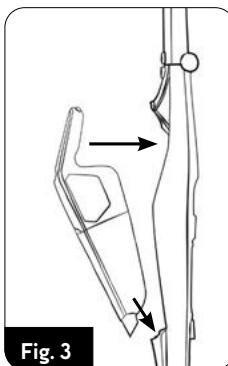

Fig. 3
5. Installare l'aspirapolvere (5) nel gruppo maniglia (2) come mostrato in figura (fig.3).